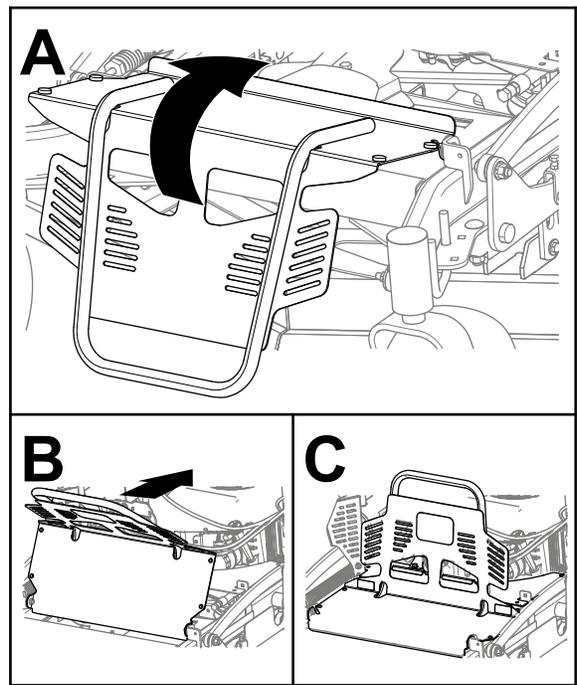

Figura 37
2. Gire el protector del motor hacia atrás, tal y como se muestra en la Figura 37